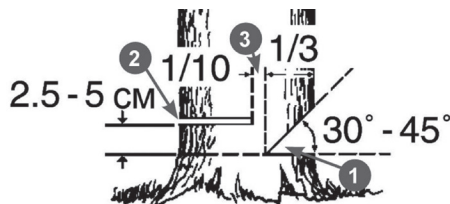

Рис. 11 Расположение запила, пропила и недопила
- Выберите направления падения дерева, для этого следует учесть силу и направление ветра, естественный наклон дерева, равномерность распределения веток в кроне дерева. Начните пилить с той стороны дерева, куда оно должно упасть (Рис. 11).
- Сделайте запил (1) с той стороны, куда должно упасть дерево, глубиной примерно  $1/3$  диаметра ствола и под углом от 30 до 45 градусов.
- Сделайте основной валочный пропил (2) с противоположной стороны, выше основания запила на 2,5-5 см.
- Между основным пропилом и запилом должно оставаться недопил (3) примерно  $1/10$  диаметра ствола.
- Вставьте своевременно клин в пропил. Недопил (3) действует как шарнир и позволяет контролировать падение дерева.
**ВНИМАНИЕ!** Ни в коем случае не допиливать до конца недопил (3) Рис.11, так как вы не сможете контролировать направление падения дерева.